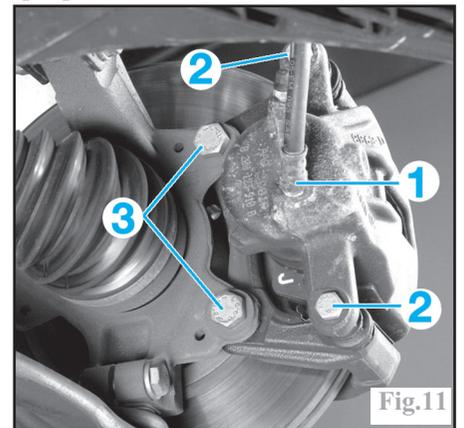

Fig.11
Desserrer le raccord du flexible de frein (1) (Fig.11).
-les vis de fixation du support d'étrier (3) sur le pivot (Fig.11).